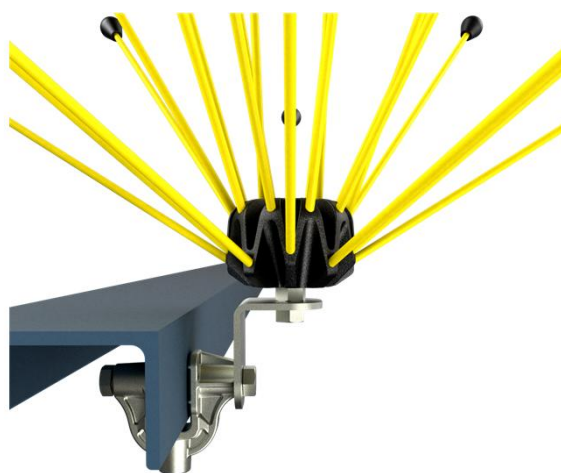

Рис. 4. Установка на вертикальную полку элемента опоры ЛЭП снизу с использованием уголка (модификация **S-2**, поставка оговаривается дополнительно)
- Установить ПЗУ на закрепленную струбцину путём ввинчивания его в резьбовое отверстие струбцины (или при установке способом, изображённым на рис. 4, путём свинчивания с гайкой).